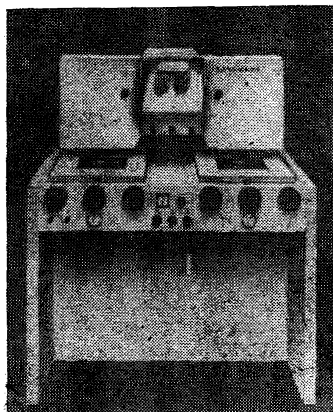

Рис. 36. Трансмарк
7.6. Трансмарк (рис. 36) предназначен для выбора, идентификации и бесконтактной маркировки точек на фотоснимках. Представляет собой прибор для стереоскопического наблюдения снимков с устройством для маркировки точек. Бесконтактная маркировка производится с помощью лазерного луча. Для обработки пригодны снимки, полученные на прозрачной основе. Предусмотрена возможность раздельного или совместного маркирования точек на фотоснимках стереопары. Фотоснимки освещаются проходящим светом, яркость которого можно регулировать для каждого снимка независимо. Конструкция осветительного устройства ускоряет процесс наведения на маркируемые точки. В приборе предусмотрено независимое перемещение кассет со снимками в направлении осей  $X$  и  $Y$  на  $+5$  мм и по вертикали (для фокусировки) на 10 мм. Возможен плавный оптиче-